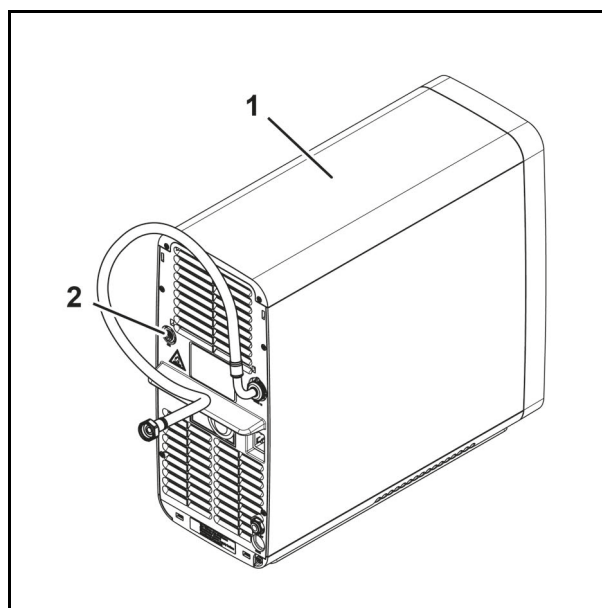

Abb. 18
1. Odłączyć zewnętrzne zasilanie CO₂ od przyłącza zewnętrznego zasilania CO₂ (Abb. 18/2) na urządzeniu podblatowym (Abb. 18/1).